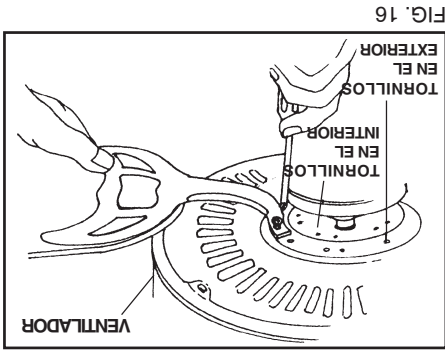

FIG. 16
Paso 2. Quite los topes de goma y deséchelos. Instale la union de las aspas al motor asegurandolas con los tornillos y rondanas incluidas. (Fig. 16 & 16a)
Nota: Usted tiene la opción de instalar cinco (5) o cuatro (4) aspas. Si está usando cuatro aspas, monte la abrazadera de la aspa en los agujeros para tornillos en el interior del motor. Si está usando cinco aspas, monte la abrazadera de la aspa en los agujeros para tornillos en la parte exterior del motor. (Fig. 16 & 16a)